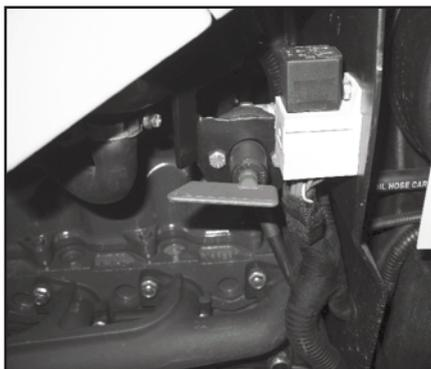

Fig. 5.16.1
- Commutatore in posizione "ON": impianto elettrico alimentato (Fig. 5.16.1);